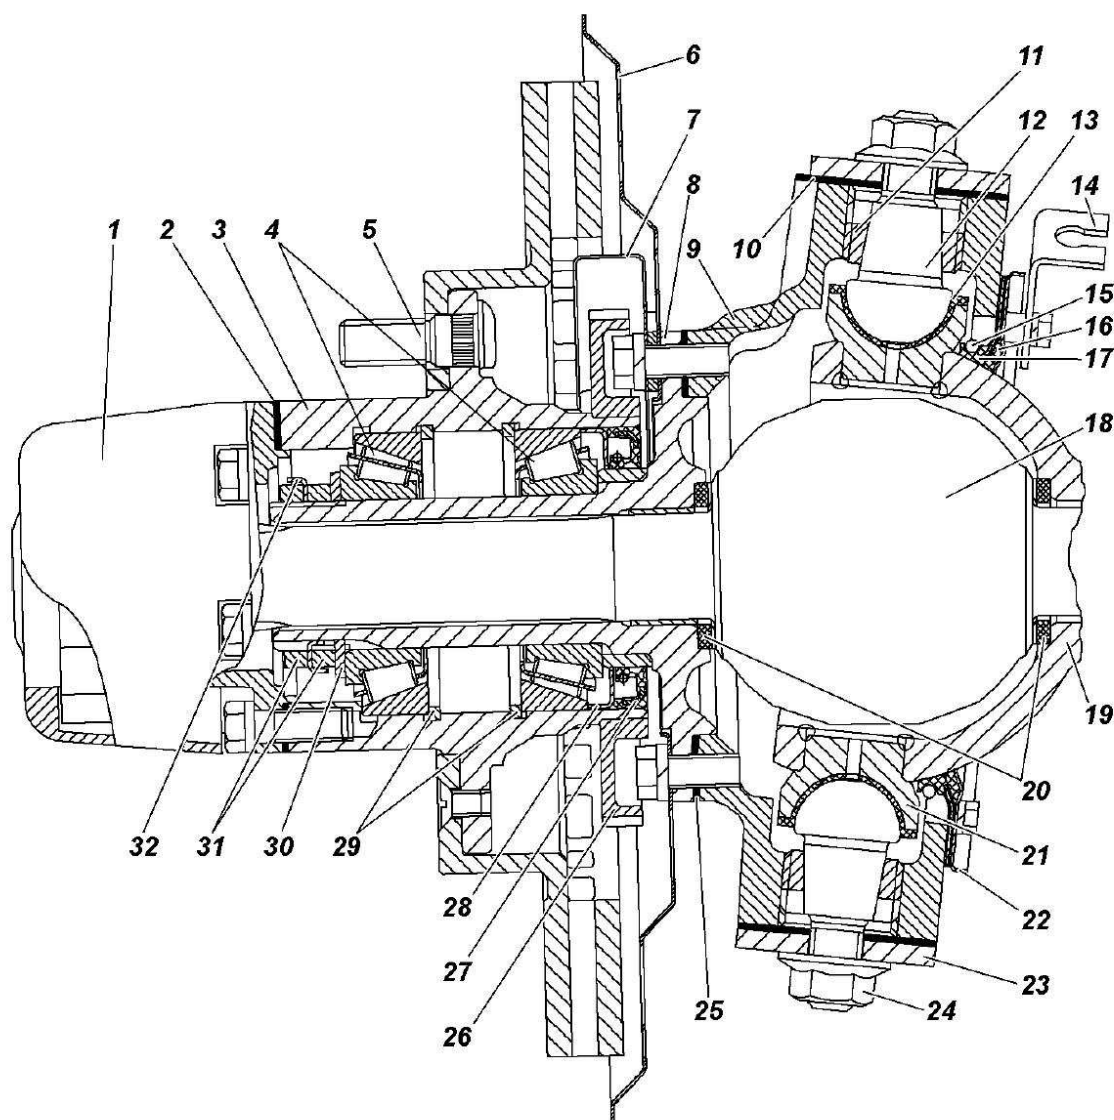

Рис.15 Поворотный кулак и ступица.
На рис. 15 представлен поворотный кулак переднего моста, оснащенный шарнирами равных угловых скоростей типа "Бирфильд" и сферическими шкворневыми узлами.
Добавление смазки в сферические шкворни и в шаровые опоры с шарнирами типа "Бирфильд" (см. рис. 15) в процессе эксплуатации не требуется. При ремонте смазка заменяется. *Применяйте только рекомендованные смазки. (Для смазывания шарниров равных угловых скоростей типа "Бирфильд" используйте смазки ШРУС-4у ШРУС-4М или импортные аналоги).*
Регулировка затяжки шаровых шкворней (см. рис. 15) поворотного кулака на заводе производится с предварительным натягом вдоль общей оси шкворней.
*Крутящий момент поворота шаровой опоры 19(см. рис. 15) (или корпуса 8 поворотного кулака, если шаровые опоры не отсоединялись от кожуха полуоси) в любую сторону относительно общей оси шкворней должен быть в пределах 10-15 Н*м (1,0-1,5 кгс ~м).*
2. Заворачивайте зажимные втулки до упора шкворней во вкладыши с обеих сторон, обеспечив при этом равенство размеров А и Б (рис. 17) от торцев корпуса 9 (см. рис. 15) поворотного кулака до сферы шаровой опоры 17. Допускается неравенство размеров А и Б не более 0,2 мм. Для получения
достаточной точности измерение размеров *A* и *B* следует проводить в плоскости *B* (см. рис. 15).
*Крутящий момент поворота шаровой опоры 17(см. рис. 15) (или корпуса 8 поворотного кулака, если шаровые опоры не отсоединялись от кожуха полуоси) в любую сторону относительно общей оси шкворней должен быть в пределах 10-15 Н*м (1,0-1,5 кгс ~м).*